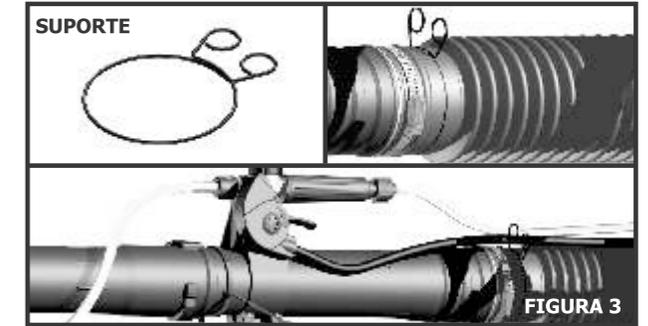

FIGURA 3
Comando Unificado (H): Para maior facilidade de montagem (Figura 3), este componente é fornecido com um cabo elétrico e uma mangueira de líquidos conectados. Depois de realizado todo o processo de montagem do item 4.1., coloque o equipamento nas costas e ajuste a posição do comando unificado ("joystick"), deslizando-o para frente ou para trás, conforme indicado na Figura 3, até encontrar a posição mais confortável para operação. Por final, proceda ao aperto dos parafusos do suporte do comando unificado (H), com o uso de uma chave Philips (contida no kit), para fixá-lo na posição definida.